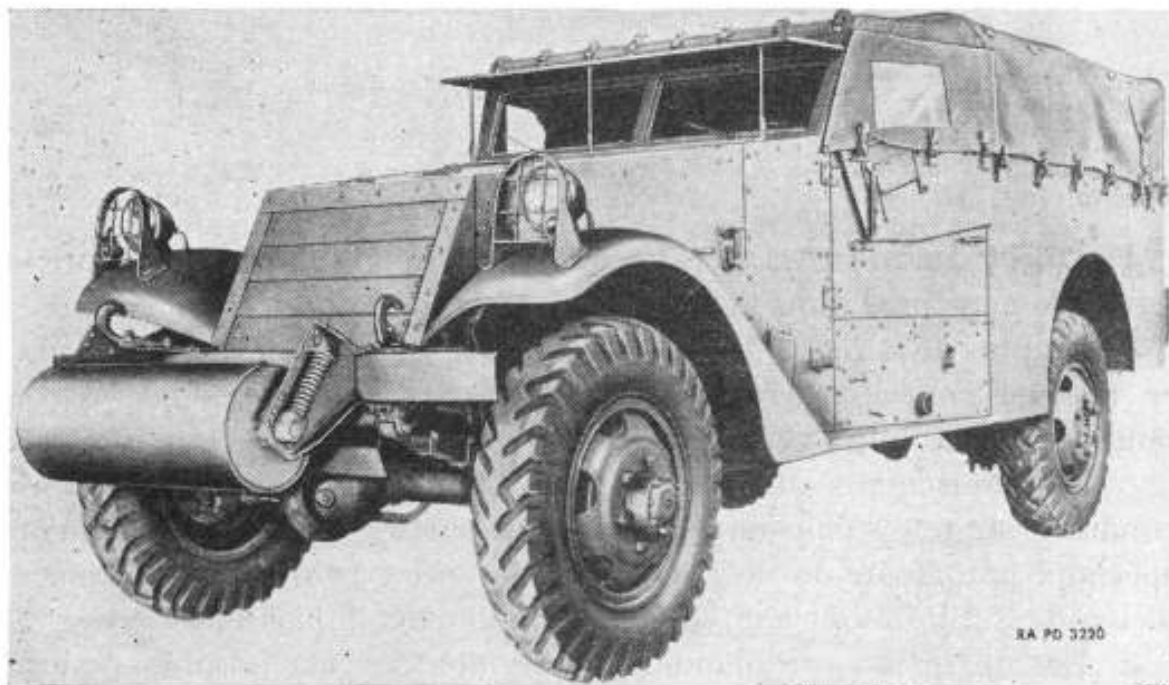

FIGURE 1.—Vue avant gauche.
3. Description (fig. 1, 2, 3, et 4).—*a. Généralités.*—Ce véhicule est d'un modèle spécial, de type commercial, à quatre roues motrices. La force motrice est fournie par un moteur du type usuel six cylindres à essence ou par un moteur de l'une des deux marques de moteurs Diesel. Le châssis porte une carrosserie spéciale blindée. Il est fabriqué en acier de section en U et a un dispositif de double surbaissement.